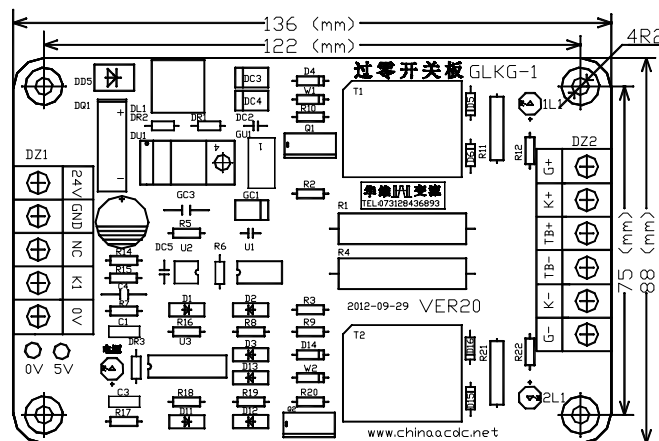

图 3 晶闸管过零开关板外形及装配图
3. 最大外形尺寸：136mm×88mm。请参考图 3 晶闸管过零开关板外形及装配图。